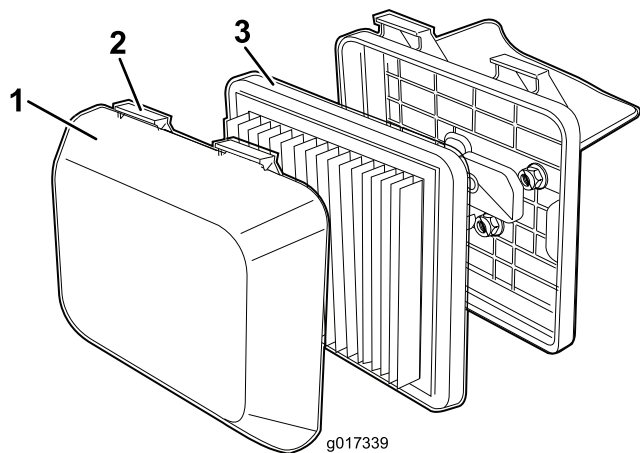

图20
1. 向下按空气滤清器盖子顶部的门锁扣（图20）。
3. 拆下过滤器（图20）。